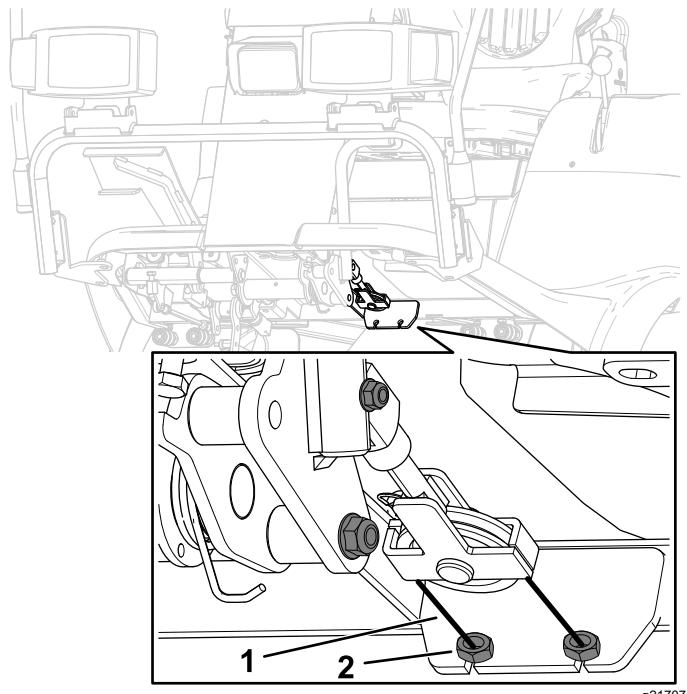

図 87
3. 調整が必要な場合は、各ブレーキケーブルの両端にある前ジャムナットと後ジャムナットをゆるめる図 87。